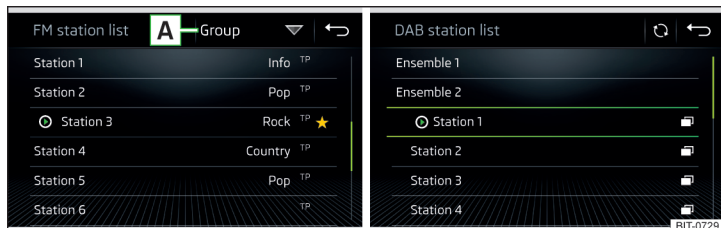

Fig. 176 Exemple de liste de stations disponibles FM/DAB
- Pour **trier** (FM) les stations dans l'ordre alphabétique, par groupe ou par genre, appuyez sur la touche **A** » fig. 176 » !.
- Pour **filtrer** les stations selon le type de programme (par ex. culture, musique, sport, etc.), dans la liste des stations FM (lorsque la fonction RDS est activée) et DAB (lorsque le tri alphabétique des stations est activé), appuyez sur la touche de fonction **A** » fig. 176.
- Pour la **mise à jour automatique**, appuyez sur la touche **C** » fig. 176.